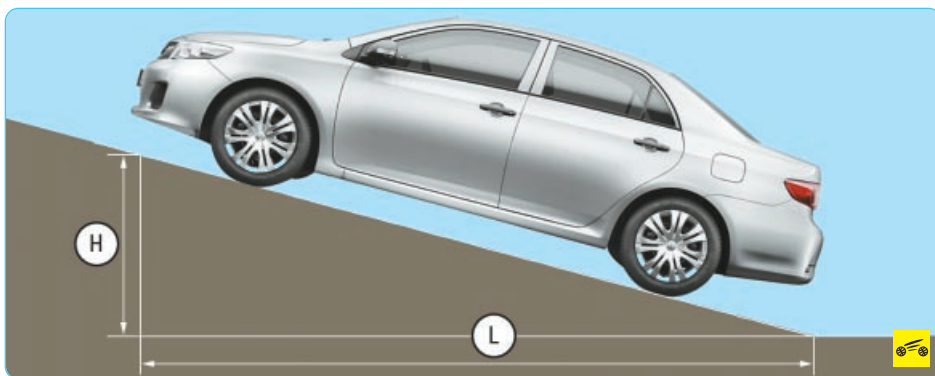

Рис. 9.6. Проверка стояночного тормоза
1. Для проверки правильности регулировки стояночного тормоза найдите вблизи места стоянки вашего автомобиля эстакаду или погрузочный пандус высотой **H**, равной 1,25 м, при длине въезда **L**, составляющей 5 м (рис. 9.6). Такое соотношение соответствует уклону 25%. Установите автомобиль на уклон. Нажмите и удерживайте педаль тормоза. Переверните рычаг механической коробки передач в нейтральное положение или рычаг селектора выбора режима автоматической коробки передач в положение «N». Поднимите до упора рычаг стояночного тормоза. Плавно отпустите педаль тормоза. Автомобиль должен неподвижно удерживаться на уклоне. Если автомобиль начал